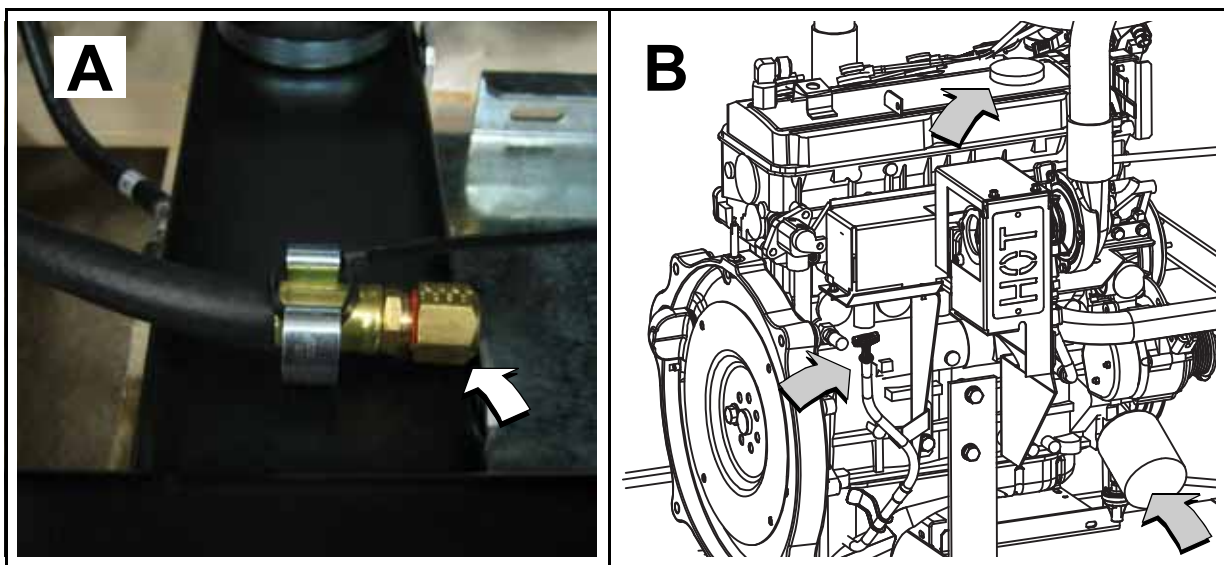

Рис. 5-8. Маслосливной шланг, крышка отверстия наполнения масла, щуп и масляный фильтр
1. Извлеките маслосливной шланг из удерживающего зажима. См. пункт «А» на Рис. 5-8
6. Поверните масляный фильтр против часовой стрелки и извлеките его из адаптера. См. пункт «В» на Рис. 5-8